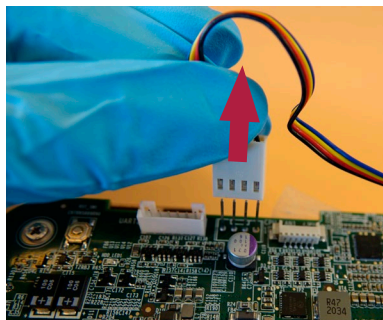

Figure 23 - Débranchement du câble du ventilateur
a) Débrancher le connecteur du ventilateur (Figure 23)
- g) **Brancher le câble du ventilateur (voir Figure 12 et Figure 23).**